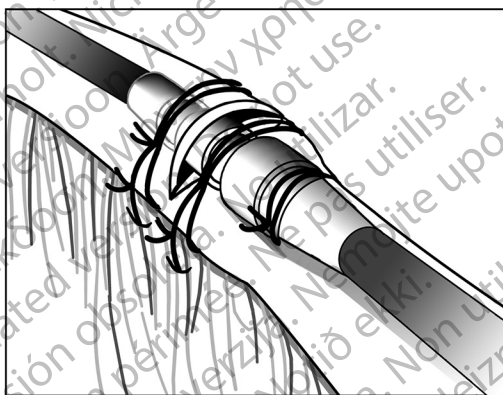

Figure 12. Exemple de manchon de suture, technique d'incision veineuse
3. En utilisant le même sillon, fixer la sonde et la veine sur le fascia adjacent (Figure 12 Exemple de manchon de suture, technique d'incision veineuse en page 30).